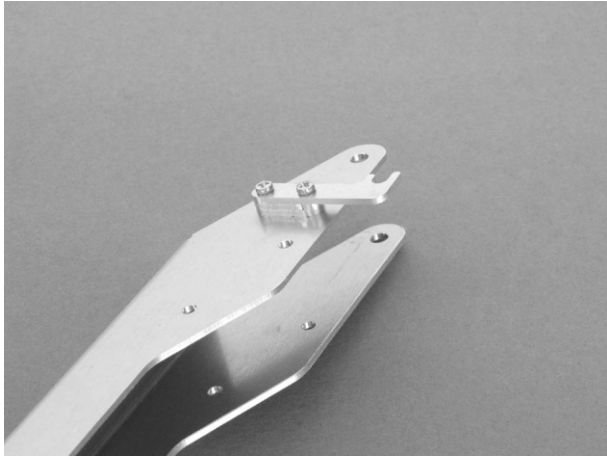

Bild 6
Befestigen Sie nun die 2 Abstandsbleche(H) und den Haltehaken(G) mit den Schrauben Din 7985 M2x8 und den Muttern Din 934 M2, wie im Bild 6 zu sehen ist, an dem 2. Arm (F).